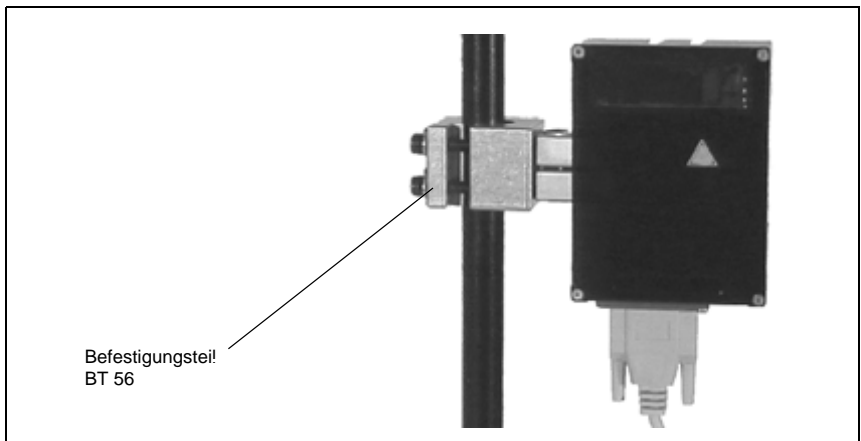

Bild 6.2: Befestigungsbeispiel BCL 31/32
- an den Schwalbenschwanz-Nuten unter Verwendung des entsprechenden Montagezubehörs (siehe Bild 6.2)